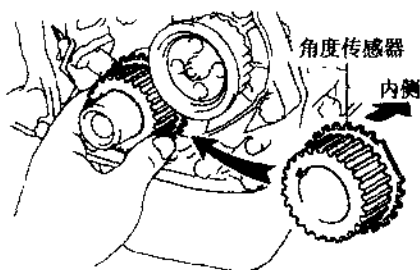

图 1-1-16 安装曲轴正时皮带轮
(2) 安装曲轴正时皮带轮。
①将正时皮带轮定位键对准该皮带轮的键槽，使角度传感器朝内，推入正时皮带轮（见图 1-1-16）。注意：不要擦伤正时皮带轮的角度传感器。